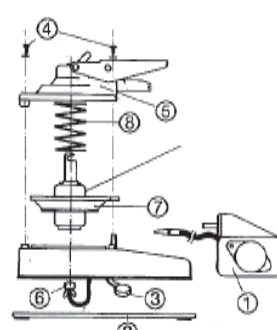
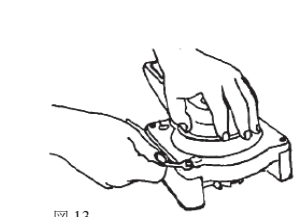

図12
図13
- 1) リザーバ①を外してください (図12)。
- 2) ベースプレート②を外してください。
- 3) トラップチャンバのカバー③を取り外してください。
- 4) 下部ハウジングを抑えながら、上部ハウジング⑤の4つのねじ④を外してください (図13)。